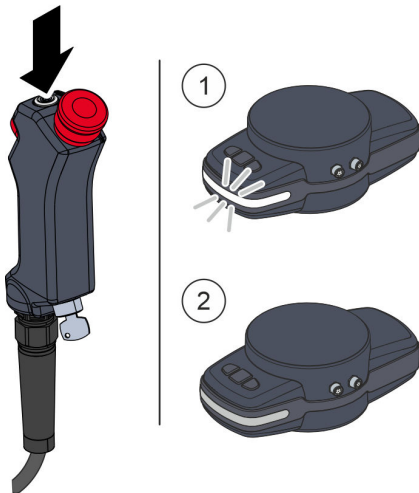

Abb. 66 EIN-/AUS-Taster betätigen
03. EIN-/AUS-Taster Abb. 66 am Handcontroller etwa eine Sekunde lang betätigen, um den Roboter ein- oder auszuschalten.
- Während des Bootvorgangs blinkt die Status-LED am Medienflansch zunächst weiß Abb. 66 / (1).
- Wenn der Roboter ausgeschaltet ist, erlischt die Status-LED am Medienflansch Abb. 66 / (2).